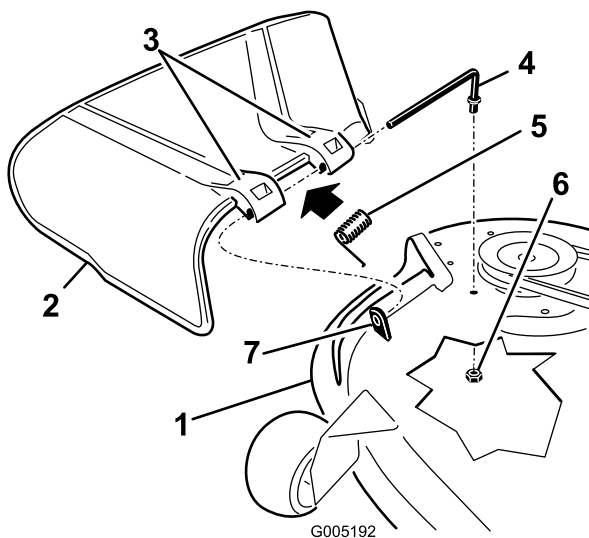

Figura 70
1. Retire la tuerca ($\frac{3}{8}$ po) de la varilla debajo del cortacésped (Figura 70).
2. Retire la varilla del separador corto, del muelle y del deflector de hierba (Figura 70).
4. Vuelva a colocar el deflector de hierba (Figura 70).
7. Deslice la varilla por el segundo soporte del deflector de hierba (Figura 70).
9. Sujete el extremo trasero de la varilla en el cortacésped con una tuerca (3/8 po), según se muestra en Figura 70.